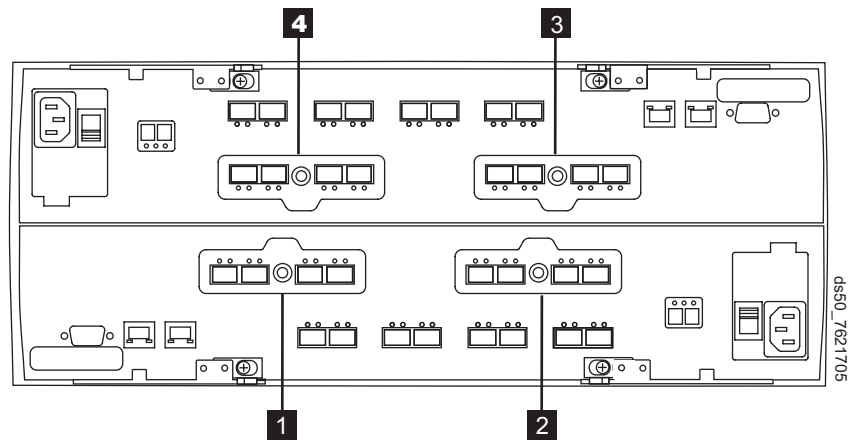

図 113. コントローラー A および B のホスト・インターフェース・カード・スロット
15. 取り外すホスト・インターフェース・カードを見つけます。 205 ページの図 113を参照してください。
表 54. 図 113 の説明